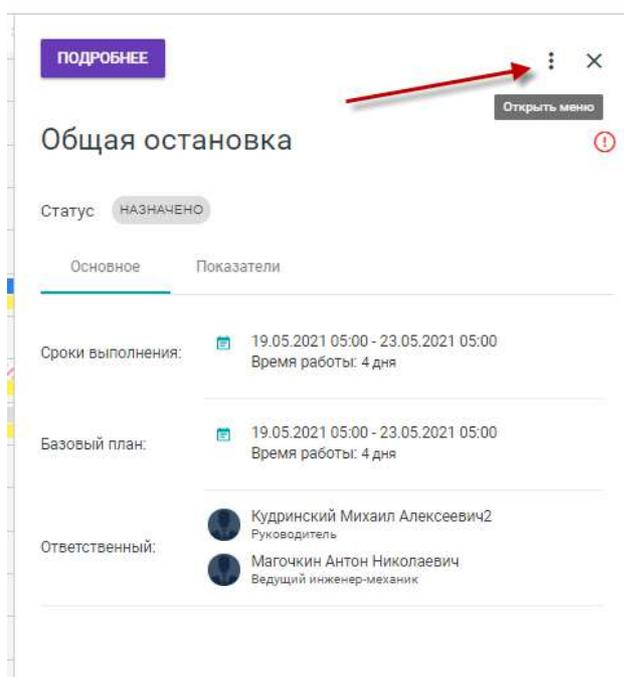

Рисунок 24 — Ошибка логики дат
3. Система отобразит боковую карточку Производства. Перейдите в меню карточки нажав на 3 точки в правом верхнем углу в которой отображается поле Код в 1С:ТОиР – доступно для редактированию администратору (см.рис.24);